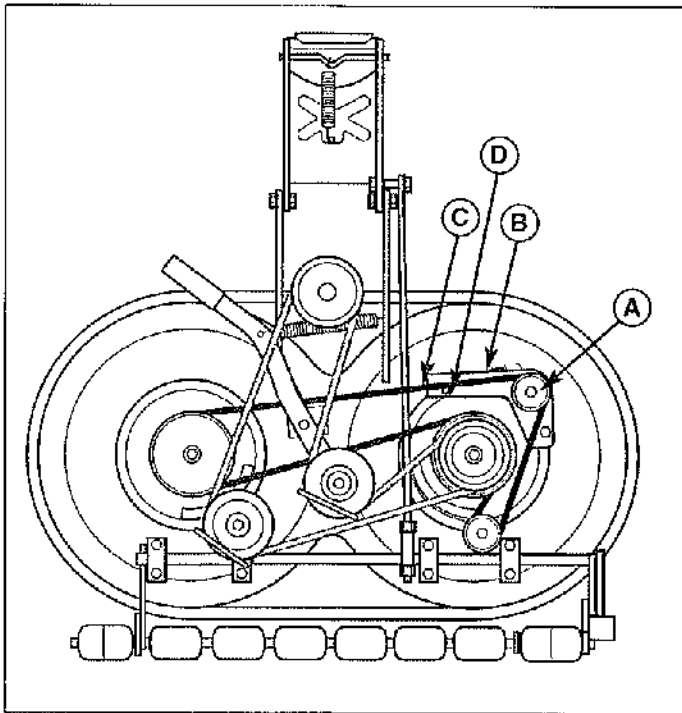
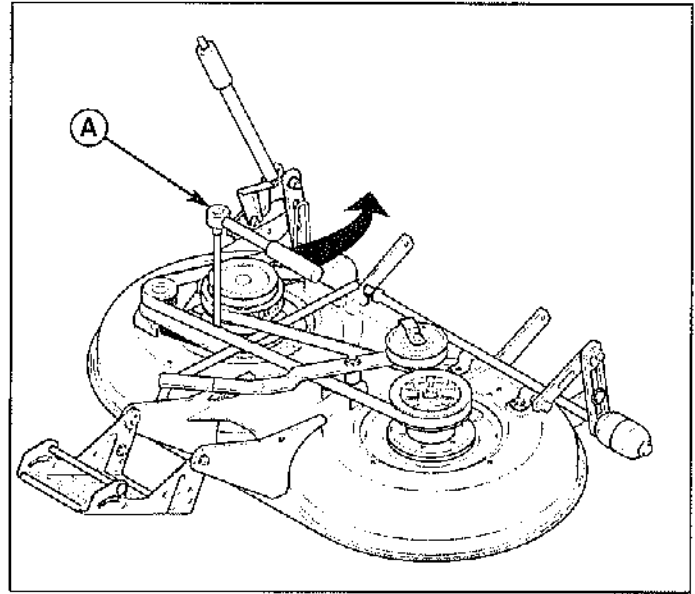
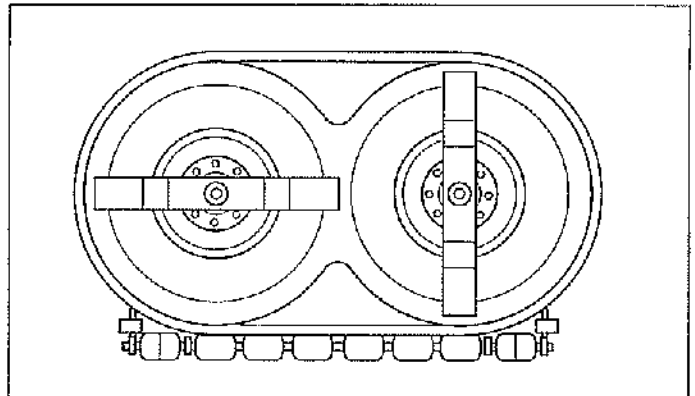

Figure 66. Tondeuse pour broyage (caches de courroie déposés)
Figure 67. Relâcher la tension de la courroie dentée
Figure 68. Synchronisation des lames de tondeuse
3. Desserrer la vis à tête du tendeur (A, figure 66).
4. A l'aide d'un clé à cliquet (A, figure 67), insérer l'extrémité de la rallonge dans le trou carré (D, figure 66) et déplacer le tendeur (B, figure 66) pour relâcher la tension de la courroie (C).
5. Retirer la courroie (C).
6. Installer une nouvelle courroie (C) sur les poulies comme l'indique le schéma. Relâcher le tendeur (A) pour permettre au ressort de tendre automatiquement la courroie dentée.
7. Serrer la vis à tête du tendeur (A). Remettre les caches de courroie en place.
8. Vérifier que les lames sont positionnées perpendiculaires l'une à l'autre (voir figure 68). Si ce n'est pas le cas, effectuer la procédure de synchronisation des lames de tondeuse figurant dans la section « Entretien périodique ».